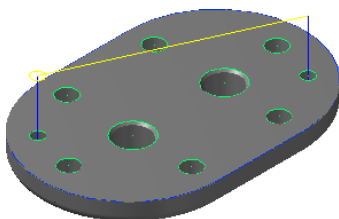

图 16.25 刀具路径
(1) 在“2D 刀具路径 – 钻孔/全圆铣削 深孔钻-无啄孔”对话框的左侧节点列表中，单击 **共同参数** 节点，在 **深度...** 文本框中输入值-12.0。
(2) 单击“2D 刀具路径 – 钻孔/全圆铣削 深孔钻-无啄孔”对话框中的 **✓** 按钮，完成加工参数的设置，此时系统将自动生成图 16.25 所示的刀具路径。